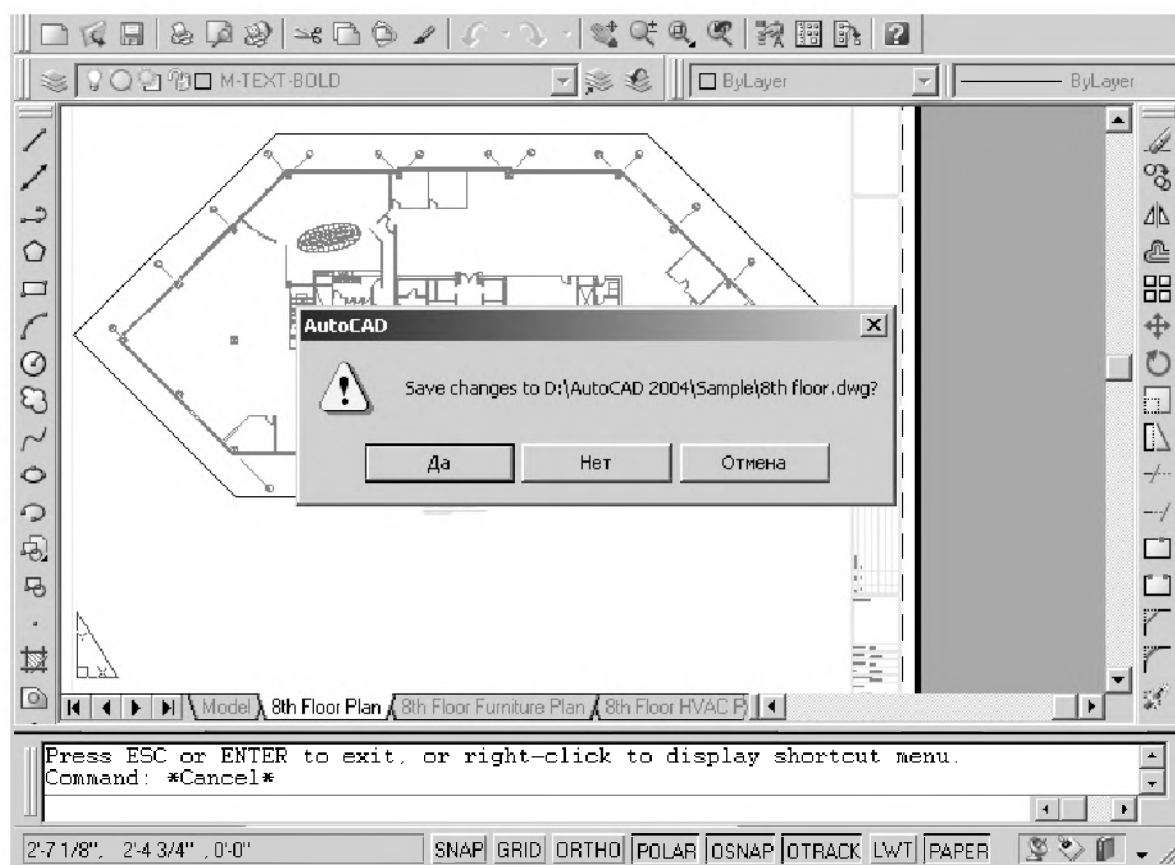

Рис. 1.24. Рабочее поле программы и диалоговое окно завершения работы
1. Щелкните по кнопке **X Close** (Заккрыть), расположенную в правом верхнем углу экрана. Появится диалоговое окно под названием AutoCAD, см. рис. 1.24, с вопросом **Save changes to ...?** (Сохранить изменения в...?). Щелчок по кнопке **Отмена** вернет нас к просмотру последнего чертежа. Щелкнуть по кнопке **Да** не будем, оставим это до того времени, когда научимся создавать свои чертежи, достойные сохранения. В данном случае следует щелкнуть по кнопке **Нет**, поскольку мы действительно не хотим вносить изменения в просмотренный чертеж. Работа с программой AutoCAD завершится, и на экране появится Рабочий стол ОС Windows.